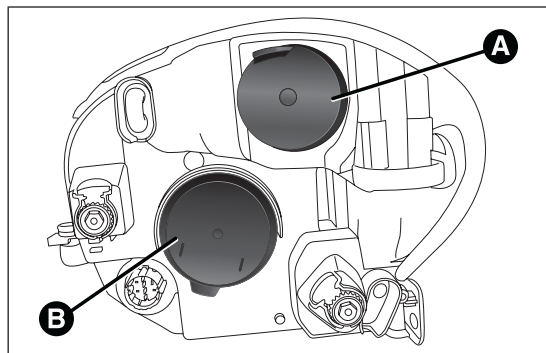

fig. 158
La disposizione delle lampade è la seguente fig. 158:
- ☐ rimuovere il coperchio A fig. 158;
- ☐ rimontare infine il coperchio A fig. 158.
- ☐ rimuovere il coperchio B fig. 158;
- ☐ rimontare infine il coperchio B fig. 158.